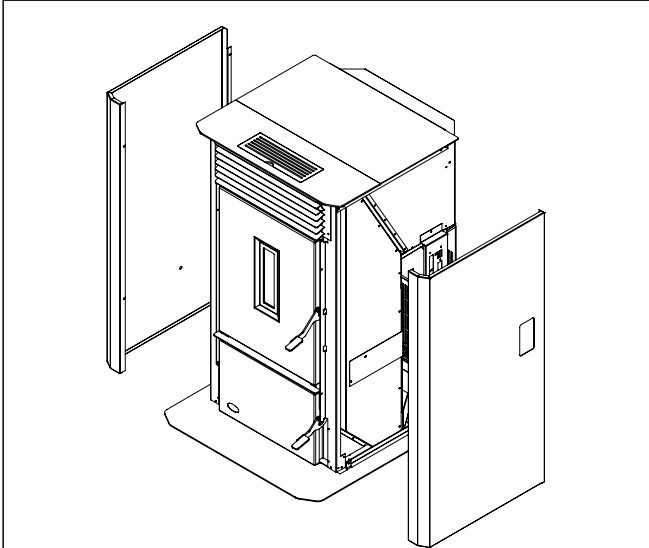

Figure 3: Retrait des panneaux de côtés
3. Après avoir dévissé partiellement les vis de panneaux de côtés, glissez les panneaux vers l'avant du poêle pour les retirer. (Figure 3)